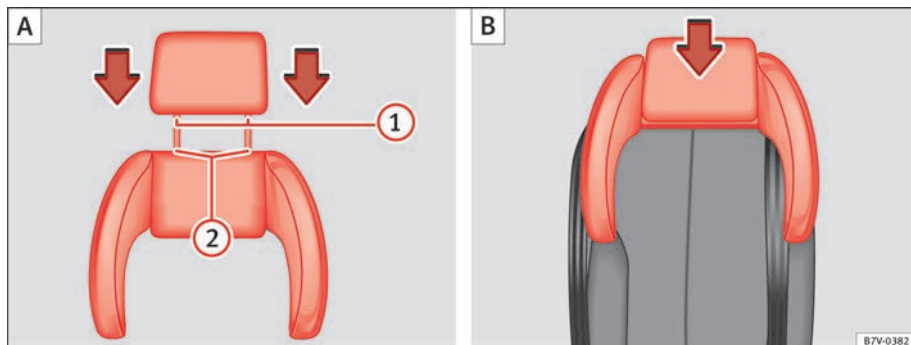

Abb. 30 Integrierter Kindersitz: Kopfstütze auf die seitliche Kopfstütze aufstecken (A) und einbauen (B).
- Führungsstangen ⇒ Abb. 30 **1** der Kopfstütze von oben durch die Öffnungen in der seitlichen Kopfstütze **2** stecken.